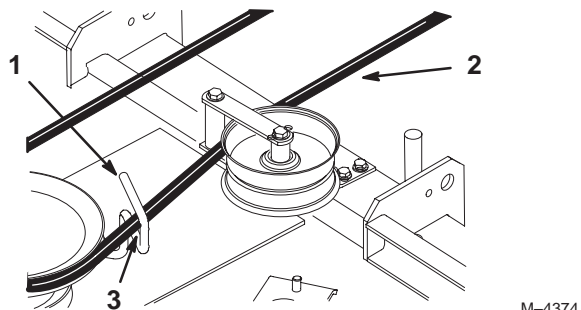

Figure 68
11. Pivotez le guide-courroie à l'arrière de la tondeuse pour l'éloigner de 3-7 mm (1/8-1/4") du côté vertical de la courroie de PdF (Fig. 68).